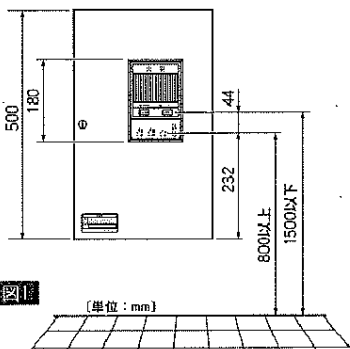

図1
- 本体の操作スイッチ部が床面から800mm~1500mmの位置になるように取り付けてください。 図1参照